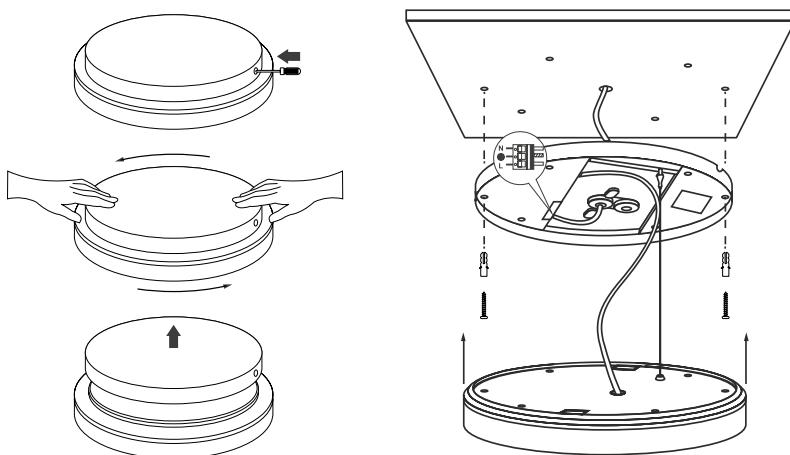

Рис. 2. Установка и подключение светильника
- 3.4. Для переключения цветовой температуры воспользуйтесь переключателем CCT (см. рис. 2).